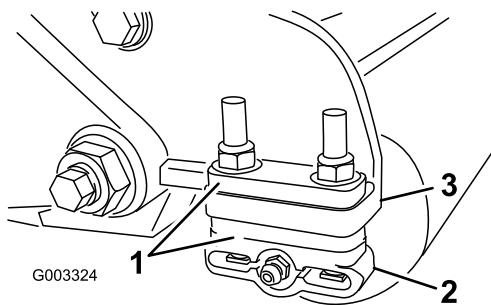

**Figure 10**
10. Contrôlez la performance de coupe en insérant une longue bande de papier de performance de coupe (réf. Toro 125-5610) entre le cylindre et la contre-lame, perpendiculairement à la contre-lame (Figure 10). Faites tourner **lentement** le cylindre en avant ; il devrait couper le papier.